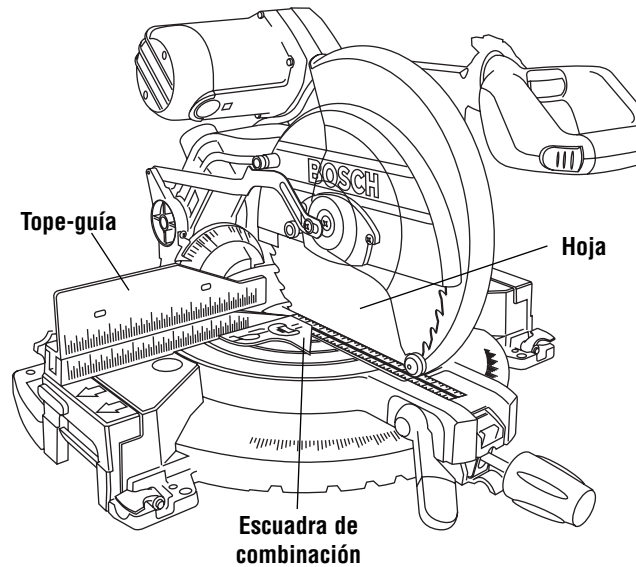

Figura 1. Hoja en ángulo recto con el tope-guía
3. Coloque la escuadra de combinación contra el tope-guía con la regla de la escuadra paralela a la hoja. La regla debe hacer contacto con la hoja, pero no con los dientes de la hoja. Si la hoja no está en ángulo recto contra la regla, siga el procedimiento de alineación del tope-guía (Figura 1).